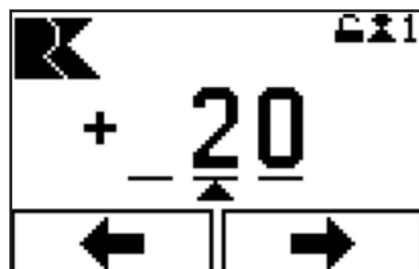

Abbildung 47 - Wert eingeben
3. Relative Zielposition (Hub des Antriebs, Abbildung 47) einstellen.